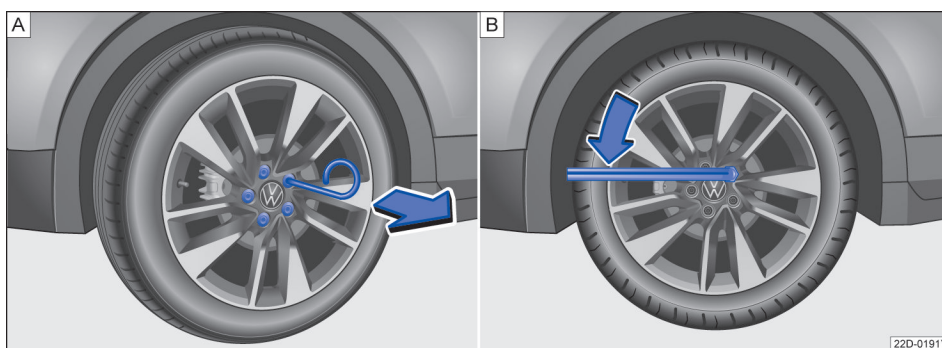

图 166 [A] 从车轮螺栓上拔下盖罩 [B] 更换车轮：松开车轮螺栓
- 将钢丝钩穿过开口插入盖罩内→图 166 [A]，然后沿箭头方向将其拔下。
- 将车轮扳手套到车轮螺栓上，然后推到限位位置→图 166 [B]。